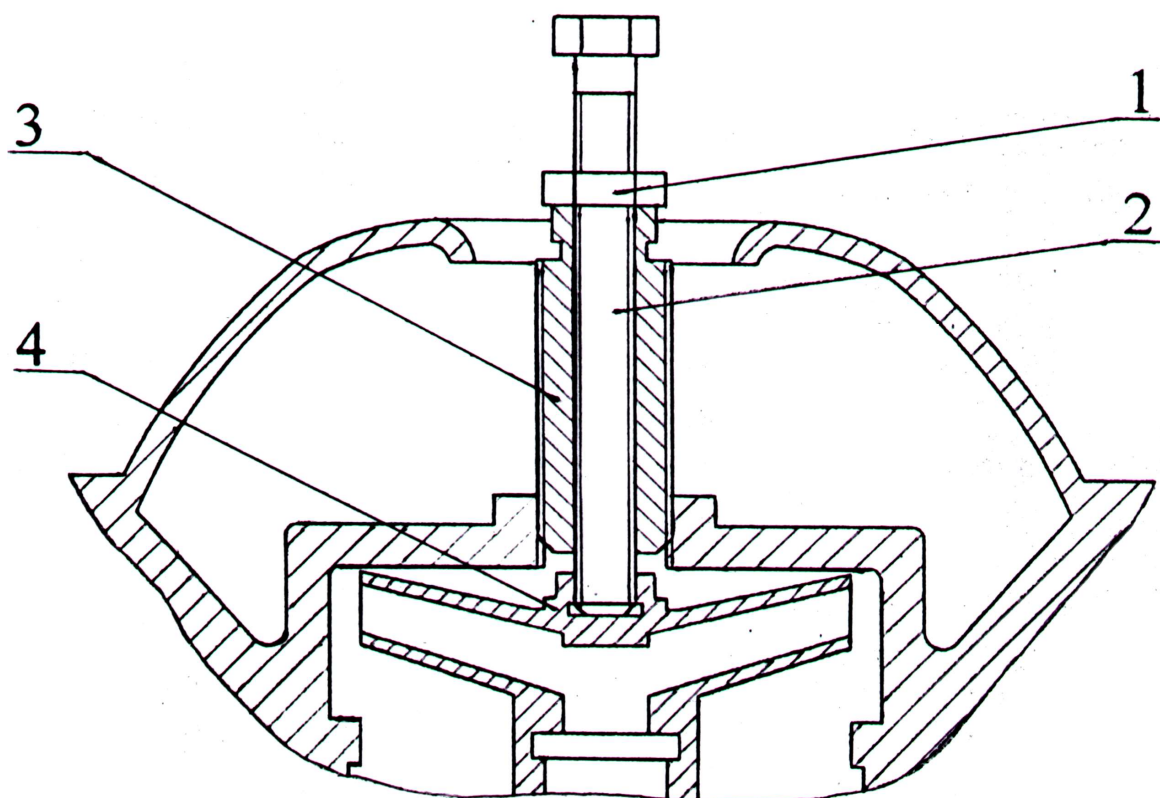

Рис. 9.1.
9.2.2.3. Вместо пробки центрифуги верните в колпак на 3-4 оборота втулку 3 съемника, входящего в комплект поставки (рис. 9.1).